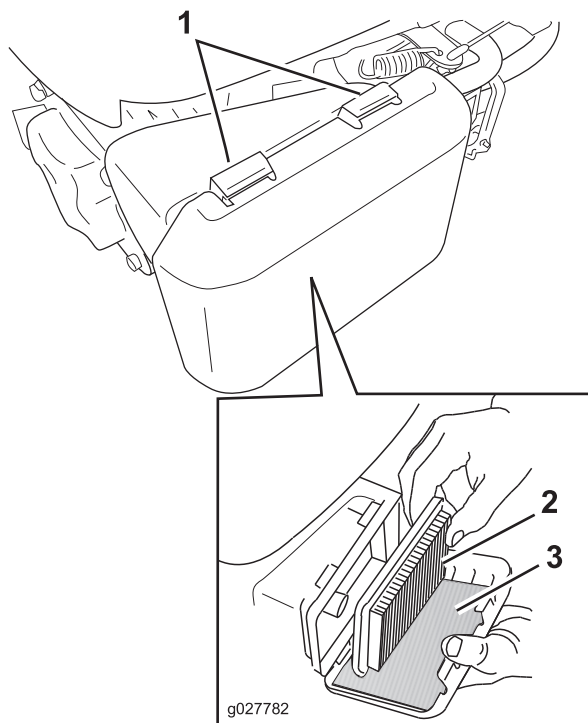

Figure 28
1. Appuyez sur les languettes de verrouillage en haut du couvercle du filtre à air (Figure 28).
3. Retirez l'élément en papier et le préfiltre en mousse (Figure 28).